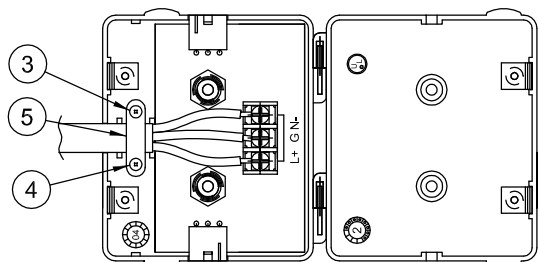

FIG. 4
8. Des fils d'approvisionnement rattachés de la vis (3), (4) et de la bride (5) excédent. (voir la fig. 4)